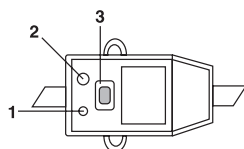

Рис. 6
| Индикация на дисплее отсутствует | Сработала защита УЗО | Протестируйте УЗО, нажав кнопку «test». В случае, если УЗО прошло тестирование, нажмите на кнопку (3) перезапуска. В случае, если тестирование не проходит, свяжитесь со специалистами по техническому обслуживанию для осуществления ремонта (см. рис. 6) |